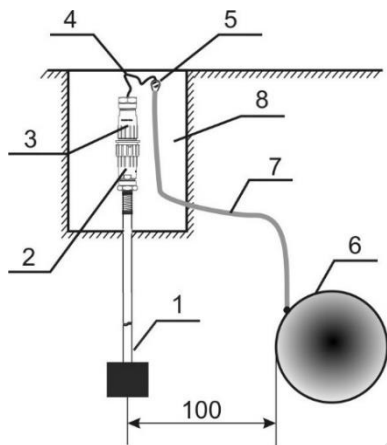

Рис.1
7.6 Разместить индикатор в месте установки (шурфе или траншее) таким образом, чтобы рабочая поверхность (элементы индикации) индикатора была на уровне нижней образующей металлического сооружения (трубопровода) и на расстоянии 100 мм от него (рис. 1, 2).
После размещения индикатора в месте установки засыпать его грунтом, залить грунт водой и произвести окончательную засыпку с промежуточной трамбовкой. Кабель с разъемом вывести в КИП или ковер (рис. 1, 2).
7.7 Ответную часть перемычки (наконечник-кольцо) соединить с выводом от трубопровода (рис. 1,2).